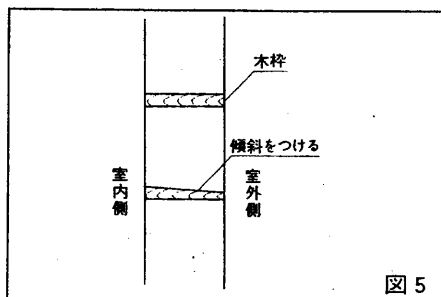

図5
- 木枠の室外側外部を(図5)のように傾斜させておくと雨水の浸入を防ぎます。